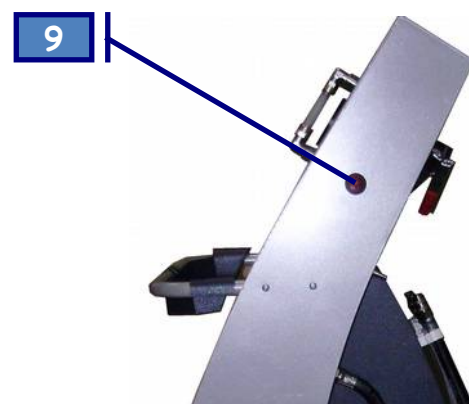

Рис. 2
12. Проследить за изменением цвета жидкости в индикаторе **Канал 1, Канал 2** (пп. 9, 10 рис.2). Когда жидкость в индикаторе потока станет прозрачной процесс замены завершен.